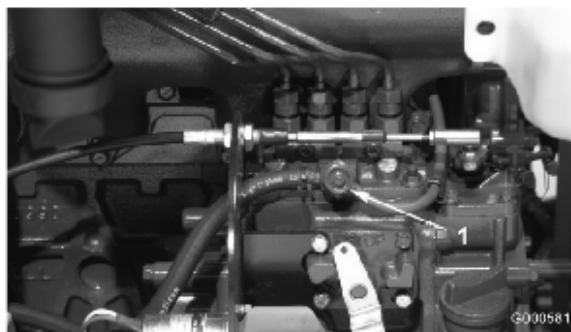

図 36
3. 燃料噴射ポンプについているエア抜きネジ（図 36）をゆるめる。